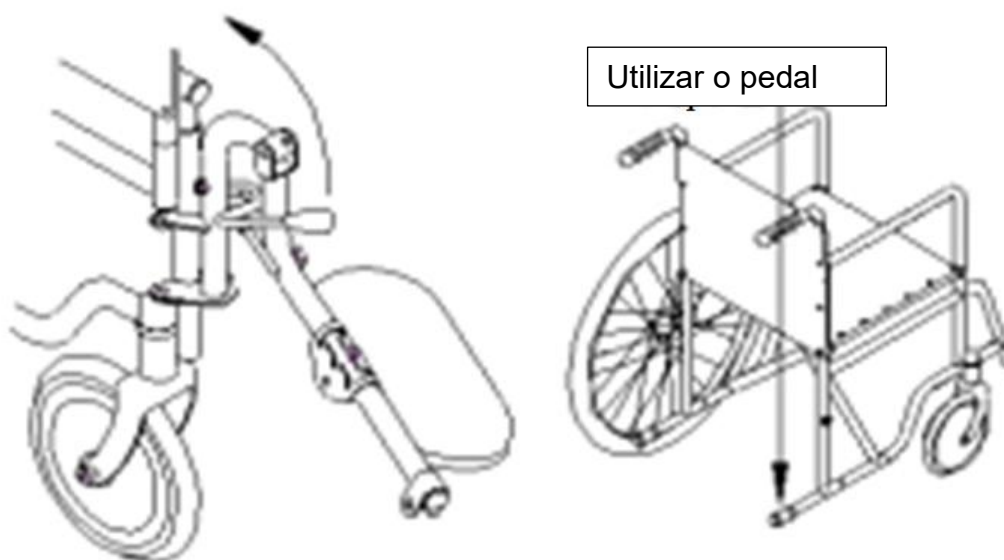

Figura 7
- Se comprar uma cadeira de transferência com um suporte de perna flexível do tipo A, basta levantar o suporte de perna até uma posição adequada ao levantar o suporte de perna e, em seguida, fixá-lo por si próprio; ao baixar, apoie levemente o suporte para as pernas com uma mão, com a outra mão mova a alavanca de elevação para a frente, o suporte para as pernas pode ser baixado e, uma vez colocado numa posição adequada, a alavanca de elevação pode ser solta para o fixar por si próprio. (Ver Figura 7)